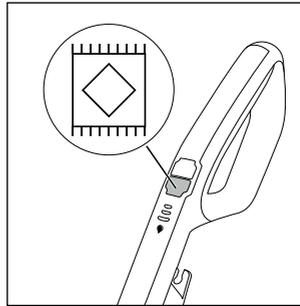

Fig. 17
- ◆ Appuyez sur l'interrupteur moquette  **13** pour allumer l'appareil (voir fig. 17). La LED de l'interrupteur moquette  **13** s'allume en bleu.
- ◆ Appuyez à nouveau sur l'interrupteur moquette **13** pour éteindre l'appareil (voir fig. 17).